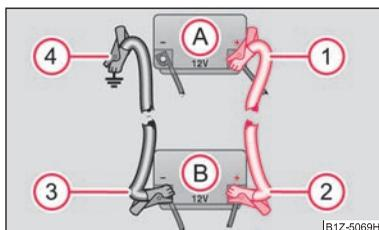

Fig. 181 Démarrage à l'aide de la batterie d'un autre véhicule: A - Batterie déchargée, B - Batterie fournissant le courant
- Fixez une extrémité ① au pôle positif ⇒ fig. 181 de la batterie déchargée (A).
- Fixez l'autre extrémité ② au pôle positif de la batterie fournissant le courant (B).